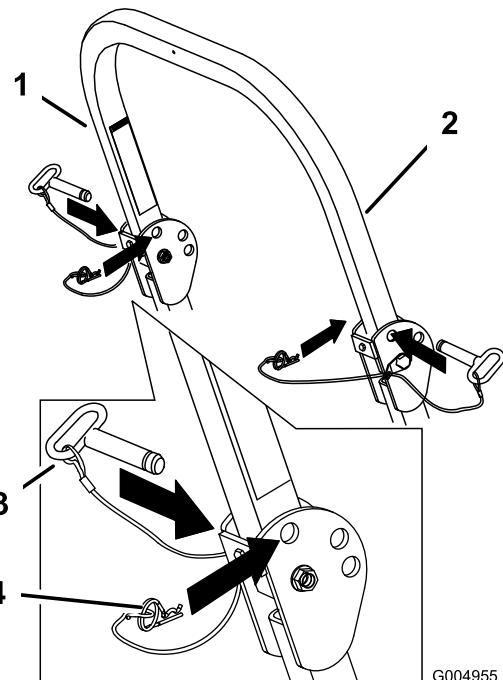

Figura 9
1. Remova os contrapinos e os dois pinos (Figura 9).
| 3. Instale os 2 pinos e fixe-os com os contrapinos (Figura 9). | |
4. Para levantar a barra de segurança, remova o contrapino e os dois pinos (Figura 9).
5. Levante a barra de segurança na vertical, instale os dois pinos e fixe-os com os contrapinos (Figura 9).